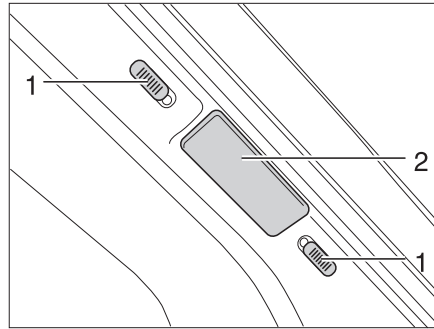
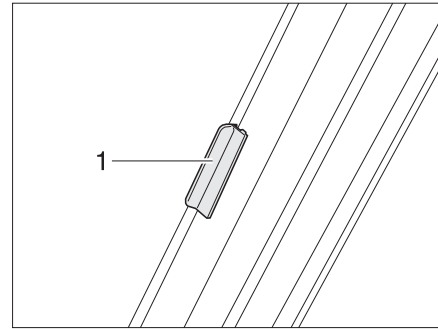

Fig. 25 Dispositivo di bloccaggio per la tendina oscurante pieghevole del parabrezza
Fig. 26 Dispositivo di bloccaggio per la tendina oscurante pieghevole del parabrezza (Modello I)
- Tirare verso l'esterno le due metà della tendina oscurante pieghevole del parabrezza per la maniglia (Fig. 25,2 e Fig. 26,1) fino all'arresto.
- Spingere i bottoni di bloccaggio (Fig. 25,1) verso il basso o verso l'alto. Quando il punto rosso è visibile, il bloccaggio è aperto.